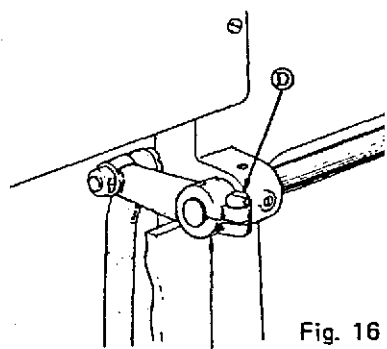

Fig. 16
- (1) Ослабьте винт (D) (рис.16) на верхнем качающемся валу.
- (2) Установите нужный интервал, двигая шагающую прижимную лапку вперед-назад.
- (3) После установки плотно закрепите винт (D).